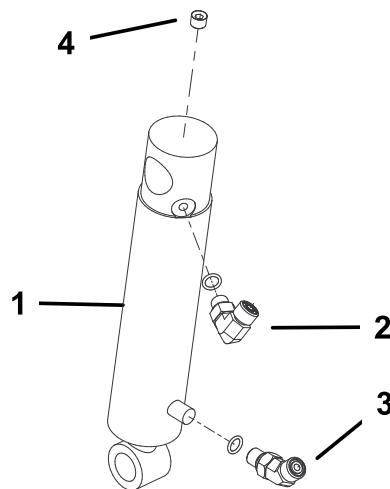

Figura 11
1. Infilare un raccordo a 90° nell'apertura superiore del cilindro idraulico. Collocare il raccordo come illustrato nella Figura 11. Nota: Assicurarsi che tutti gli O-ring siano lubrificati e posizionati correttamente sui raccordi prima dell'installazione.
2. Infilare un raccordo a 45° nella porta inferiore del cilindro idraulico. Collocare il raccordo come illustrato nella Figura 11.